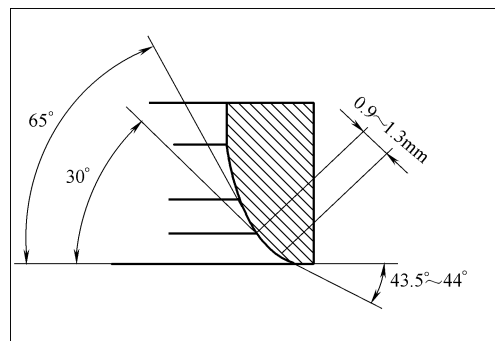

图 2-82 气门座宽度和角度规定值
① 在修整气门座前,应检查气门导管和气门杆之间的间隙,若有必要,更换气门导管后进行修整。
② 如图 2-82 所示,用研磨机修整气门座宽度和角度到规定值。